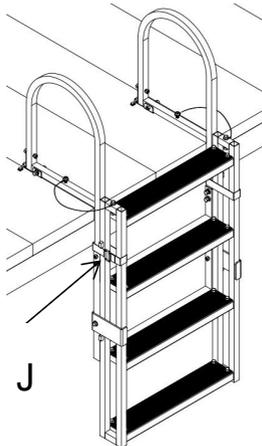

Fig 2
- 11) Infine, utilizzare il nastro adesivo magico (J) per legare i telai della scala (Fig. 2). Se la barra di guida e il gradino sono allineati, possono anche essere legati come mostrato nella Figura 3 (mantenere lo spazio tra di loro (J) il più ampio possibile).